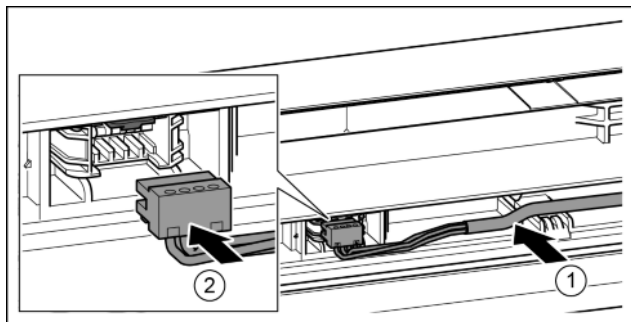

Fig. 43
- ▶ Helyezze be a felső ajtóban lévő vezetősínbe a szürke kábelt. Fig. 43 (1)
- ▶ Pattintsa be a dugót. Fig. 43 (2)